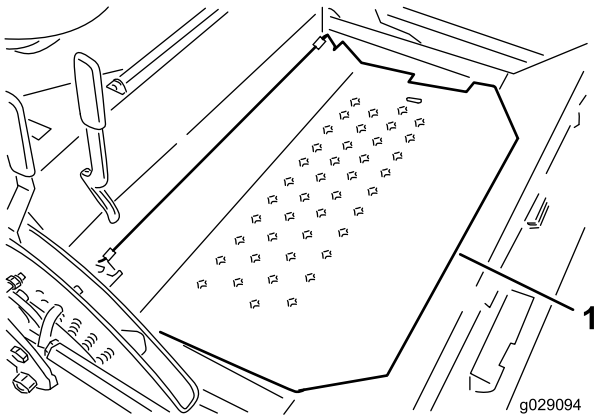

Figura 86
42. Abra la chapa de suelo (Figura 86).